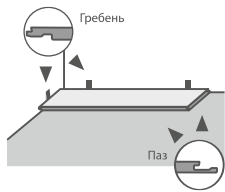

Рисунок 5
- 11.5 Уложить стартовую планку первого ряда в левом углу гребнями замка к стене, а пазами к себе. Установить распорные клинья между планкой и стеной (см. Рисунок 5).